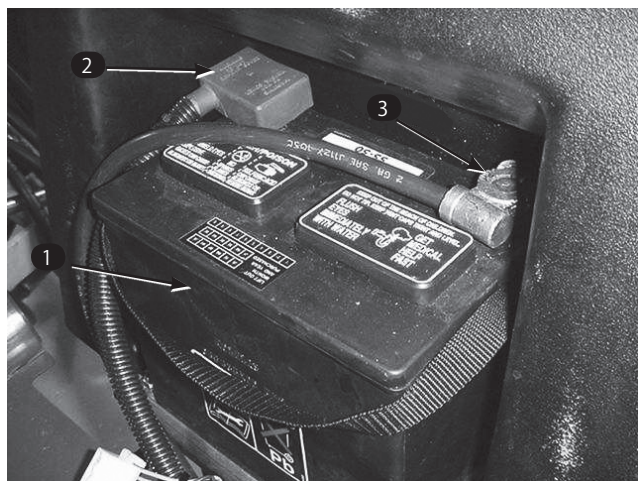

図18
5. 赤い（+）ケーブルをバッテリーの（+）端子に、黒いケーブル（-）はバッテリーの（-）端子にはめ、キャップスクリューとナットで固定する（図18）。ショート防止のために（+）端子にゴムキャップをかぶせる。